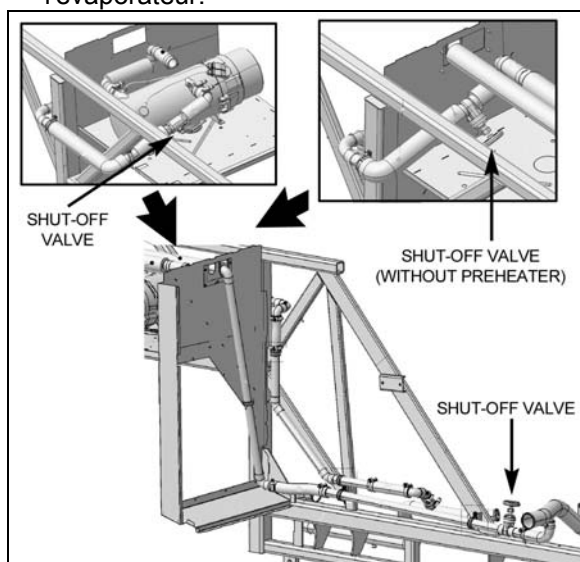

FIGURE 73: ROBINET D'ARRÊT DE LA CONDUITE DE CHAUFFAGE DE LA SÉRIE H3
3. Fermer les soupapes d'arrêt des conduits d'eau chaude situées près du moteur du côté rue (voir Figure 72 ou Figure 73).
2. Fermer les deux soupapes d'arrêt de la canalisation de chauffage. (Figure 72 or Figure 73). L'une se trouve dans le compartiment moteur, côté route, en bas, près du radiateur, tandis que l'autre se trouve derrière l'aile articulée arrière gauche, près du préchauffage.